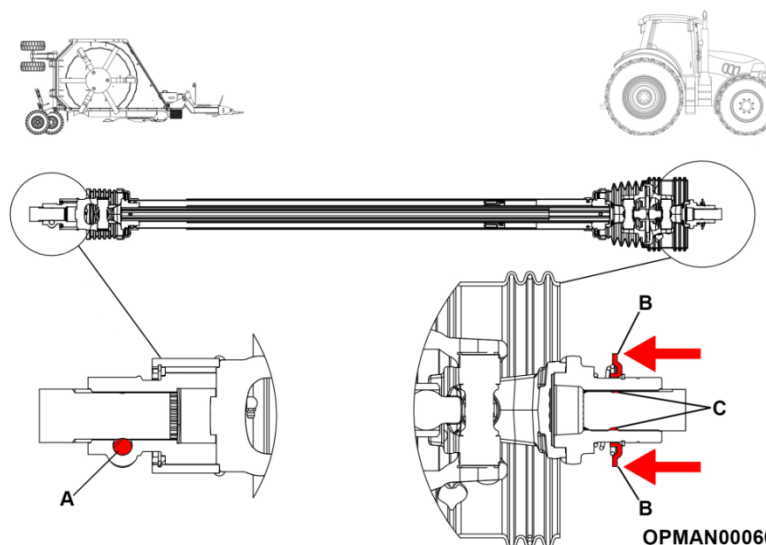

Рис. 4.10 –Установка и удаление первичного вала Multicut
- 4.5.1.2 Установите входной вал отбора мощности на редуктор сплиттера, выровняв паз в валу редуктора сплиттера с местом расположения конического штифта входного вала; см. рисунок 4.10 (A). Замените снятый конический штифт, плоскую шайбу и гайку и затяните моментом 230 Нм (170 футов / фунт).
- 4.5.1.3 Потяните хомут вилки входного вала назад и совместите пазы и шлицы с таковыми на выходном валу ВОМ трактора; см. рисунок 4.10 (B).
- 4.5.1.4 Наденьте вилку трансмиссии на вал отбора мощности трактора, освободите фиксирующую манжету и расположите вилку входного вала, пока шарики фиксирующей манжеты не сядут на вал отбора мощности трактора; см. рисунок 4.10 (C).
- 4.5.1.6 Pull the input shaft yoke collar back and pull back the shaft off the output splined shaft of the tractor; see Figure 4.10 (B). 4.5.1.4 Снимите хомут вилки входного вала назад и снимите вал с выходного шлицевого вала трактора; см. рисунок 4.10 (B).